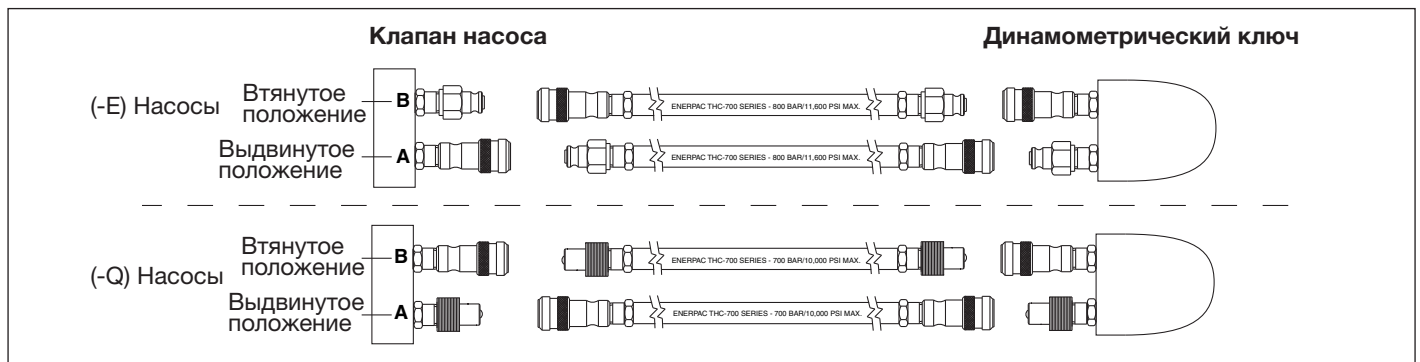

Рисунок 5
1. Насос типа (-E) для гидравлических гайковёртов Enerpac SQD и HXD. Используйте только шланги с маркировкой "ENERPAC THC-700 SERIES - 800 Bar/11,600 psi max." (ENERPAC, СЕРИЯ THC-700 – макс. 800 бар/11600 фунтов на кв. дюйм). Для обеспечения правильной работы гидравлического гайковёрта соединительные узлы этих шлангов "поляризованы" (см. рисунок 5).